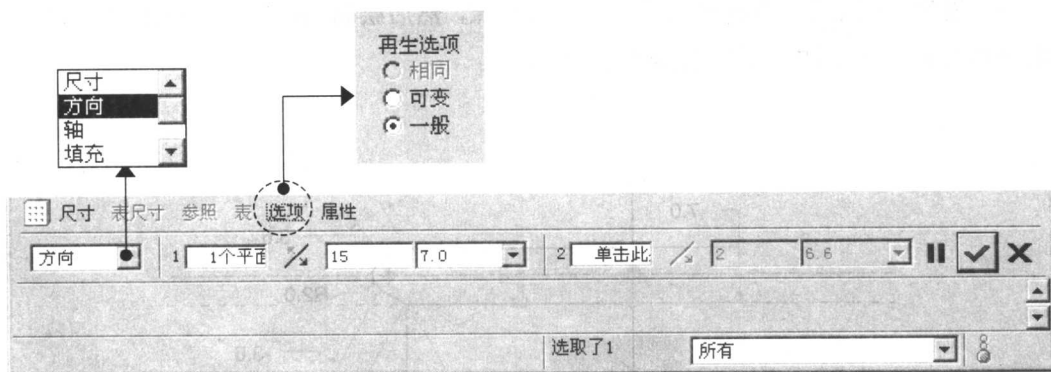

图 1.9 阵列操控板
- (1) 在模型树中单击 Step3 中创建的旋转特征，再右击，从快捷菜单中选择 **阵列...** 命令。
(2) 选取阵列类型。在如图 1.9 所示的操控板的选项界面中选中 ☒ 一般 单选按钮。